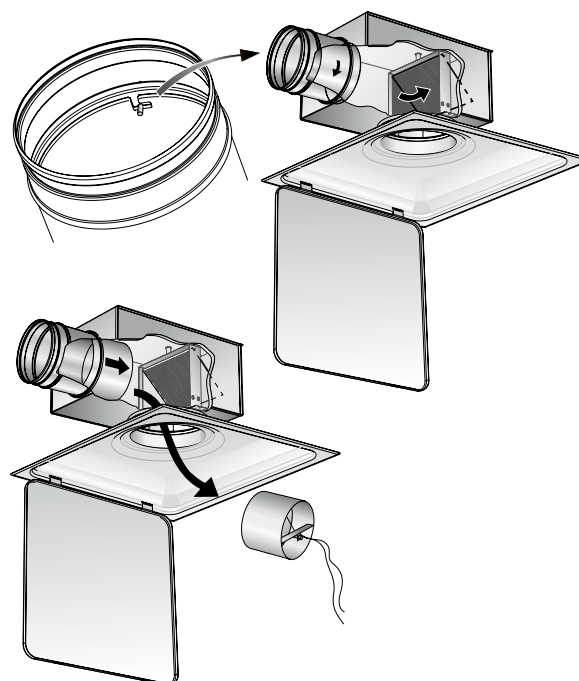

Abb. 7. Demontage von Klappen bei Verwendung des
- Die Reinigung des Kanalsystems erfolgt durch Öffnen des Auslassprofils. Wenn der Anschlusskasten ALS oder REACT ALS verwendet wird, klappt man das Auslassprofil zur Seite, sodass man das Klappenrohr im Klappengriff greifen und seitlich aus seiner Halterung drehen kann, siehe Abbildung 7.